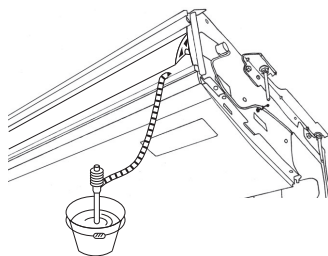

Abb. 5-3
1. Die mit der Anlage gelieferten Verbindungsrohrmuffen ⑤ am Auslauf der Anlage mit einem Klebemittel aus Vinyl Chlorid anbringen.
2. Die mit der Anlage gelieferten Rohrmuffenabdeckungen ⑥ an den Verbindungsrohrmuffen ⑤ befestigen.
3. Die Feldauslaufrohrleitung (VP-20) an den Verbindungsrohrmuffen ⑤ mit einem Klebemittel aus Vinyl Chlorid befestigen.
4. Die mit der Anlage gelieferten Rohrleitungsabdeckungen ⑦ (mit Klebeband) umwickeln.
- Ⓒ Rohrmuffenabdeckung ⑥
- Ⓓ Verbindungsmuffe ⑤
- Ⓔ Abdeckung der Auslaufrohrleitung ⑦
5. Auf einwandfreien Auslauf überprüfen. (Abb. 5-3)